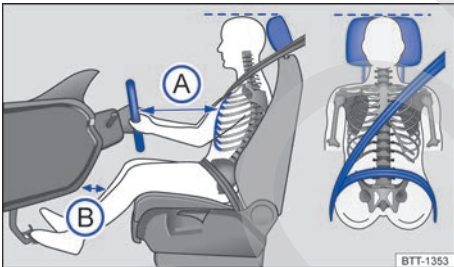

Fig. 2 Distancia correcta del conductor con relación al volante, posición correcta de la banda del cinturón de seguridad y ajuste correcto del apoyacabezas.
- Ajustar el asiento para que la distancia entre el volante y el tórax tenga como mínimo 25 cm → fig. 2 (A) y que el conductor pueda sujetar el volante del borde externo con las dos manos y los brazos ligeramente doblados.
- Ajustar el asiento del conductor de manera longitudinal para que los pedales se puedan accionar con las piernas ligeramente dobladas y la distancia de la zona de la rodilla con el panel de instrumentos sea de al menos 10 cm (B)
- Para los asientos con apoyacabezas: ajustar el apoyacabezas para que su borde superior se encuentre preferentemente en la misma línea de la parte superior de la cabeza → **fig. 2** – pero no por debajo de la altura de los ojos. Posicionar la parte posterior de la cabeza lo más cerca posible del apoyacabezas.